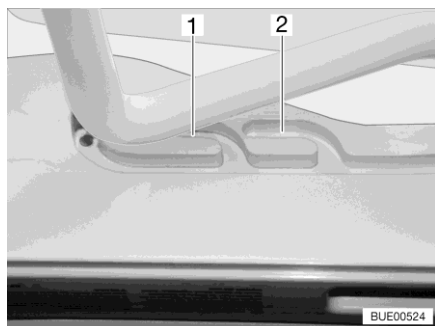
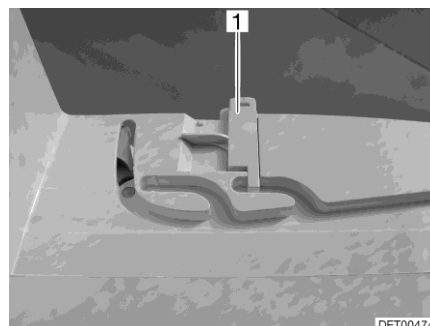

Bild 89 Führung (Lüftungsstellung)
Bild 90 Verriegelung (Lüftungsstellung)
Die Heki-Dachhaube kann in zwei Lüftungsstellungen gebracht werden: Schlechtwetterstellung (Bild 89,1) und Mittelstellung (Bild 89,2). Je nach Modell kann die Dachhaube in der Mittelstellung mit den beiden Riegeln (Bild 90,1) links und rechts am Rahmen der Dachhaube verriegelt werden.
- Den Bügel leicht nach oben drücken und in die gewählte Führung (Bild 89,1 oder 2) schieben und ggf. verriegeln.